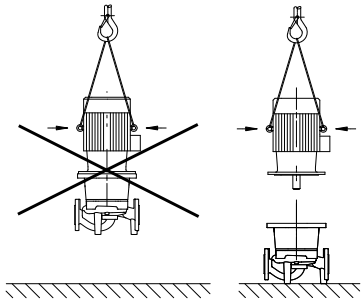

Fig. 8: Transport af motoren
- Transportringene på motoren er kun tilladt til transport af motoren og ikke af hele pumpen (fig. 8).